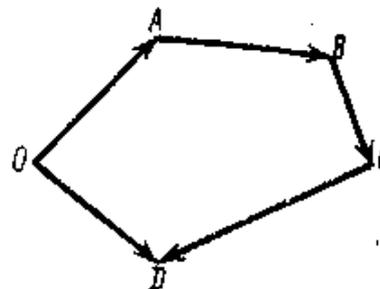

Рисунок 1
1. Укажите, какой вектор силового многоугольника (рис. 1) является равнодействующей силой.